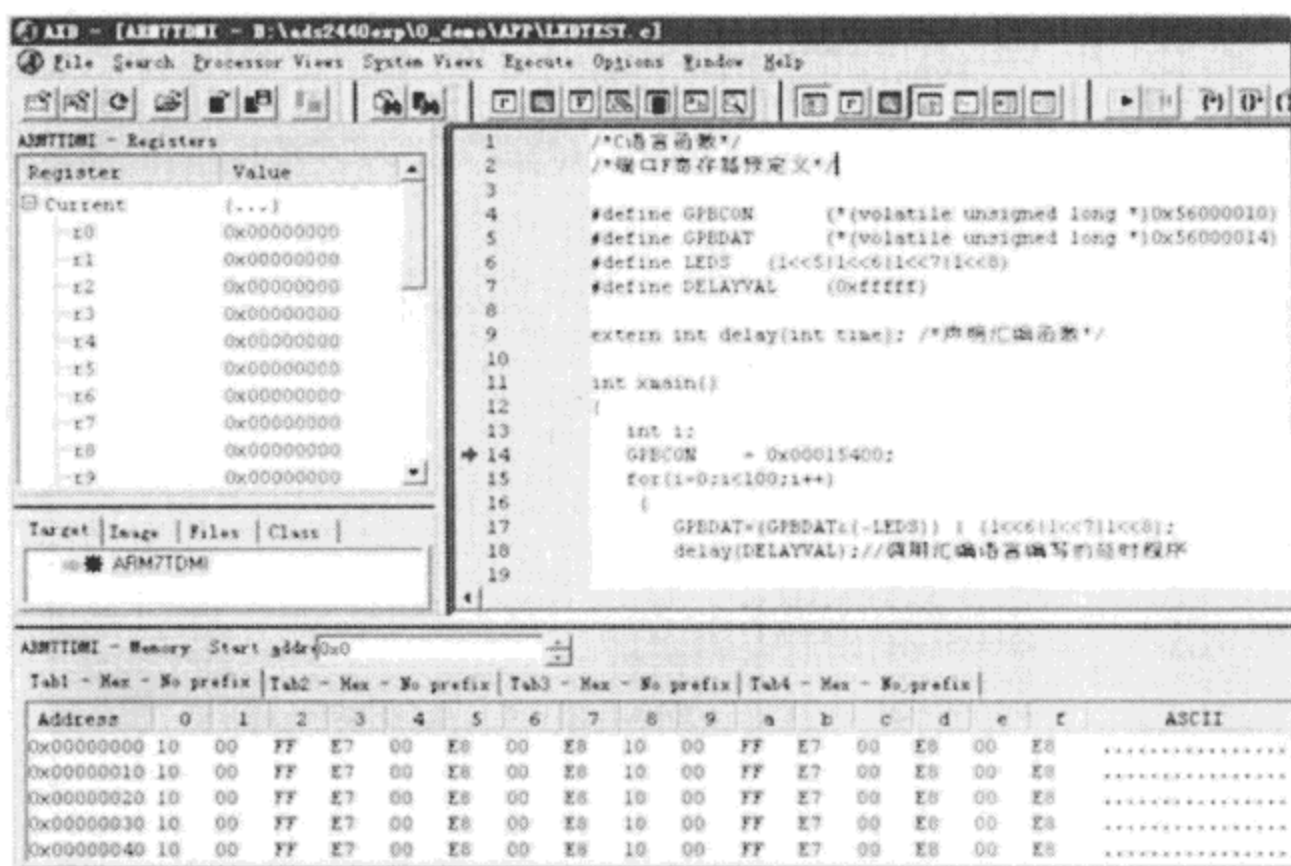

图 1-29 进入查看内存
(7) 按一次 F8,单击 Processor Views→Memory,如图 1-29 所示。